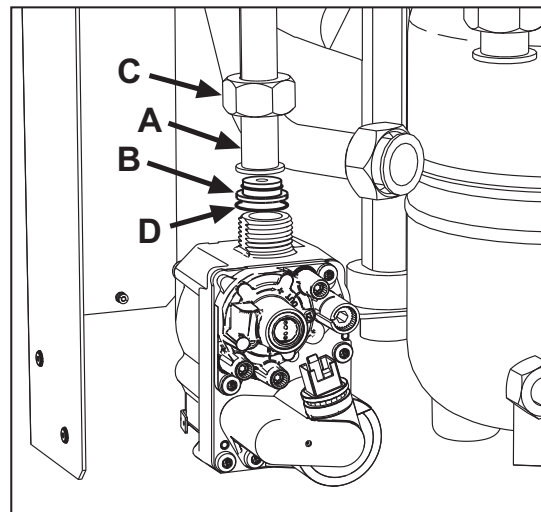

рис. 22
- Открутите колесико **C** и снимите газовую трубу **A** с газового клапана (см. рис. 22);
- Замените форсунку **B**, вставленную в газовую трубу, на форсунку, входящую в комплект для переоборудования, поместив между ними прокладку **D** (см. рис. 22).